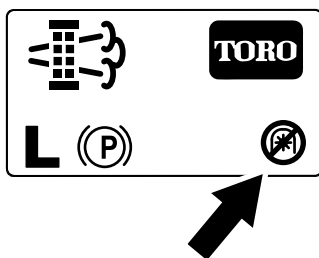

Figure 52
**Remarque:** L'écran d'accueil affiche l'icône de désactivation de la PDF (Figure 52).
**Remarque:** L'écran d'accueil affiche l'icône de désactivation de la PDF ; voir Figure 52 et Messages de régénération en stationnement \(page 49\).